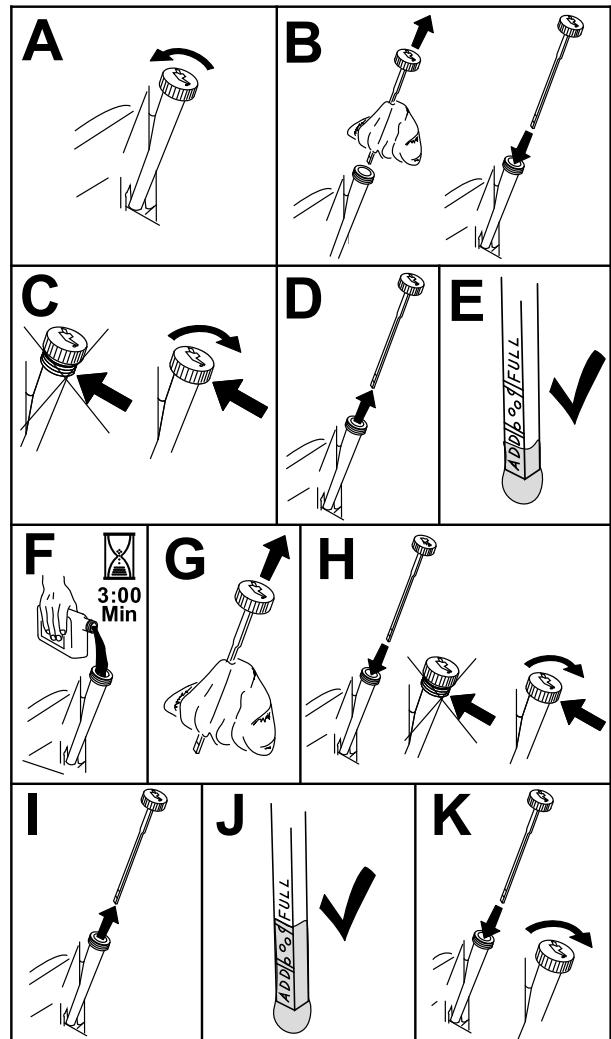

Figura 36
3. Para que no entre suciedad, recortes de hierba, etc., en el motor, limpíe la zona alrededor del tapón de llenado/varilla de aceite antes de retirarlo (Figura 36).